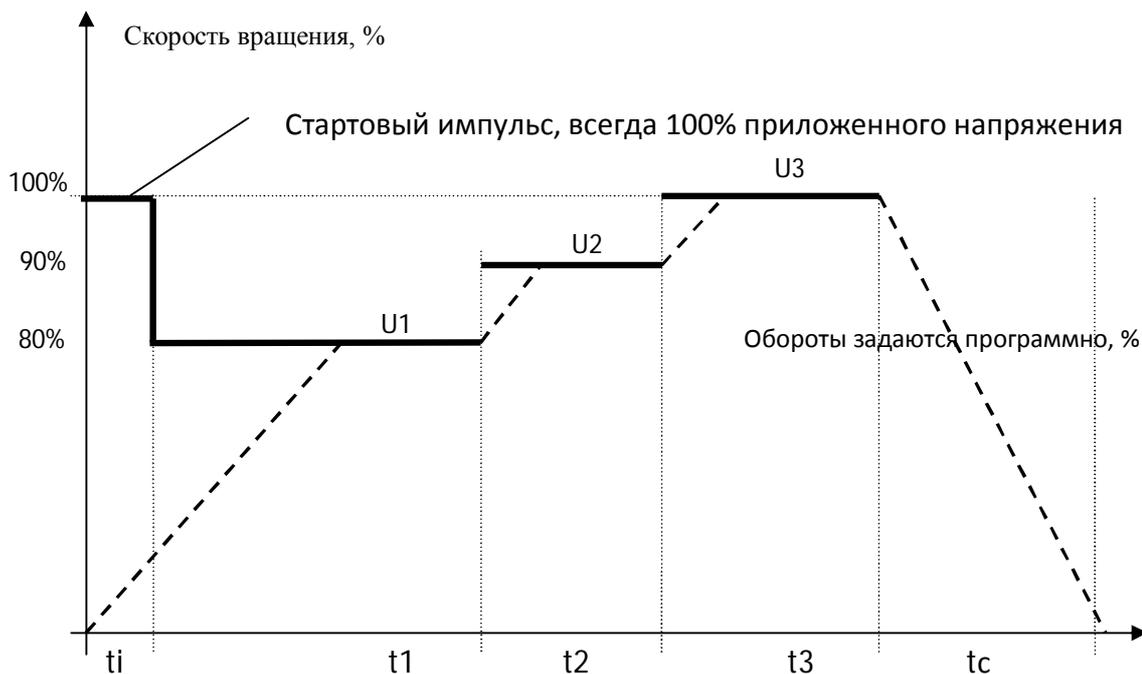

Рисунок 3 – Прямой ход (три скоростные ступени) По2
**Режим По2** – Выбор данного режима выставляет работу привода в режим с тремя рабочими скоростями вращения  $U_1$ ,  $U_2$ ,  $U_3$  и каждой соответствует время работы привода  $t_1$ ,  $t_2$ ,  $t_3$  на этой скорости. Графическое пояснение смотри на рис. 3.